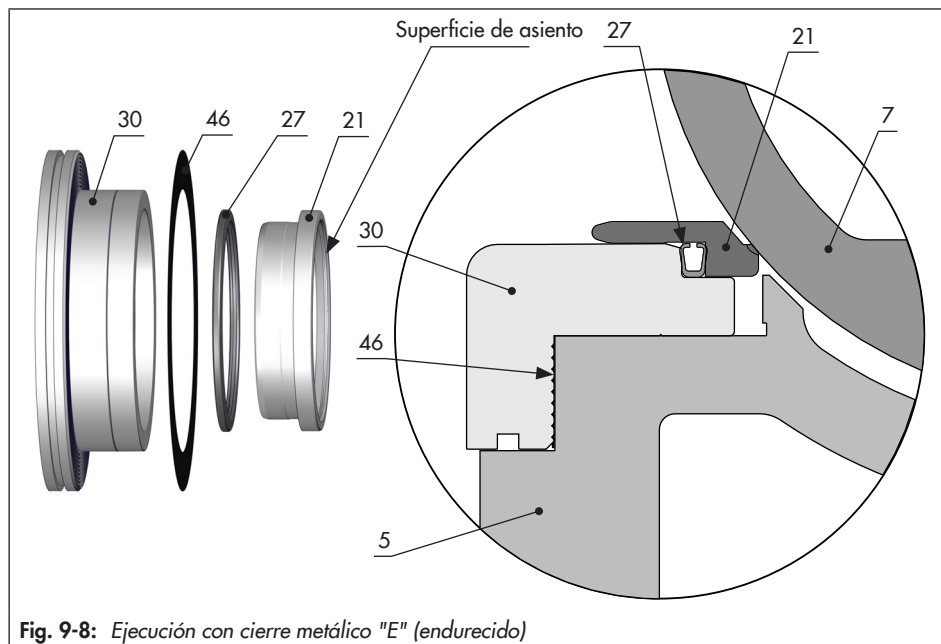

**Fig. 9-7:** Ejecución con cierre metálico "A" (ARCAP®)
Ver Fig. 9-7
5. Colocar paso a paso la(s) arandela(s) (23), ver paso 2.
La posición de las arandelas (23) puede variar entre la posición A y la posición B, ver Fig. 9-7. La posición depende del caudal de fuga y del par de arranque, ver párrafo b), "Ejecución con cierre metálico "A" (ARCAP®)" en pág. 9-13.
6. Colocar un anillo de asiento (21) nuevo en el cuerpo. Prestar atención a la correcta alineación, ver Fig. 9-7.
7. Colocar la junta tórica metálica (26).
8. Colocar la junta de la pieza de presión (46) en la pieza de presión (30).
9. Colocar la pieza de presión (30) con su junta (46) en el cuerpo de la válvula (ver "Consejo" en pág. 9-8) y fijarla con los tornillos de seguridad (70) y las arandelas (80). Prestar atención a los pares de apriete.